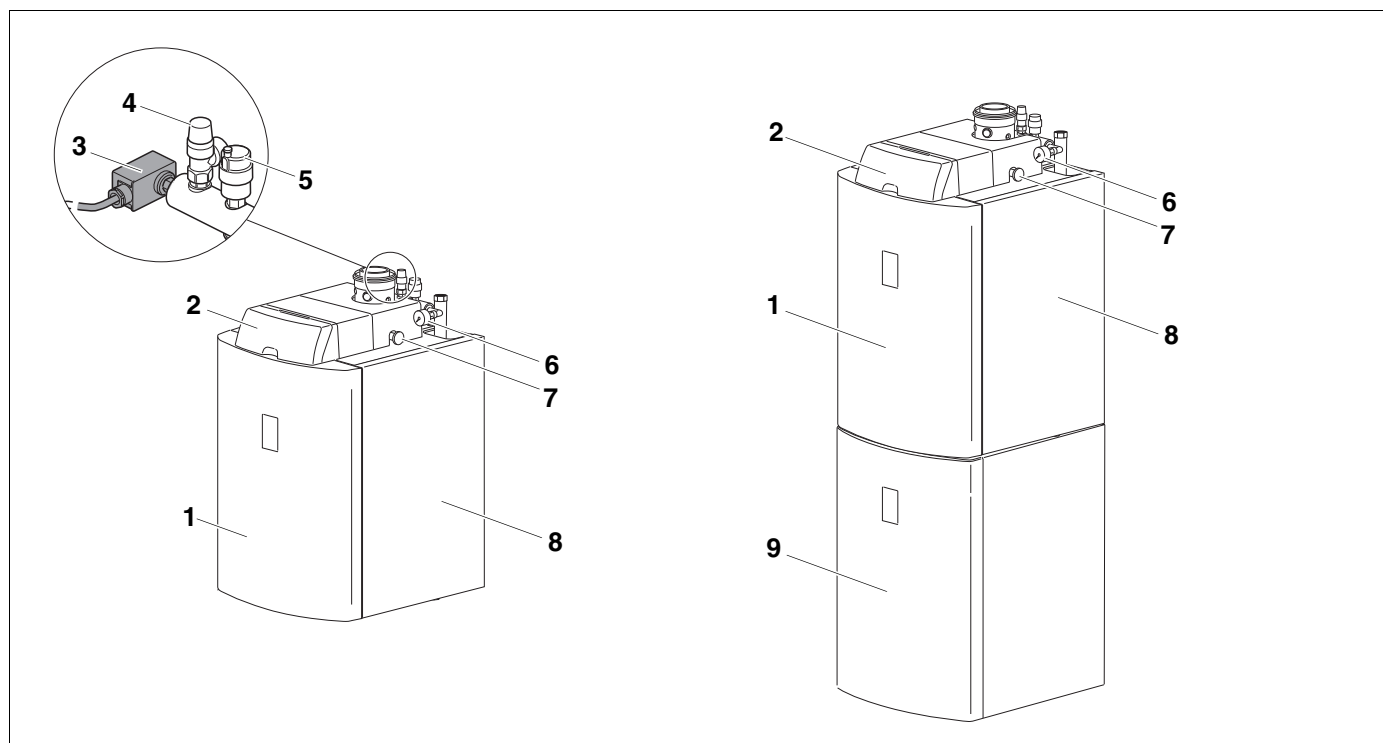

Fig. 1 Logano SB105(T); til venstre kompakt oliekedel, til højre kedelunit
De kompakte kompenserende oliekedler Logano SB105 - 19 og Logano SB105 - 27 (fig. 1, til venstre) monteres standardmæssigt med brænder, instrumentpanel og forskellige ekstrakomponenter.
De kompakte kondenserende oliekedler Logano SB105T - 19 og Logano SB105T - 27 (fig. 1, til højre) består af den respektive kompakte oliekedel med en varmtvandsbeholder Logalux S135. Enheden (kedel-unitten) er også monteret komplet inklusive kedel-beholder-forbindelsesledningen.
- Kabinet (fig. 1, [8], side 6) og kabinetforside (fig. 1, [1], side 6). Kabinettet og kabinetforsiden reducerer energitabet.
- Integreret varmtvandsbeholder Logalux S135 (fig. 1, [9], side 6) ved Logano SB105T med isolering af CFC-frit, hårdt skum af polyuretan. Varmtvandsbeholderen er udstyret med en varmespiral. Varmespiralen overfører varmen fra anlægsvandet til brugsvandet. Beholderens indhold opvarmes ensartet.
trykkontakt (fig. 1, [3], side 6), sikkerhedsventil (fig. 1, [4], side 6), automatisk udlufter (fig. 1, [5], side 6), manometer (fig. 1, [6], side 6), oliestophane (fig. 1, [7], side 6).